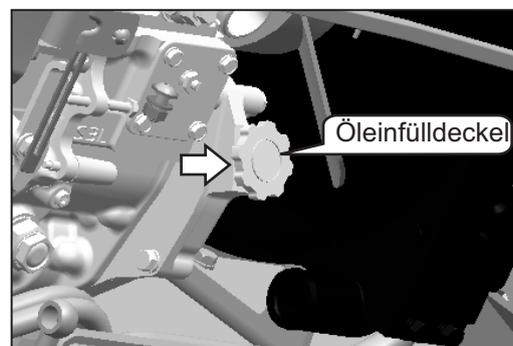

Abb. 5.3c
2. Füllen Sie das Motoröl mit dem angegebenen Motoröl auf den angegebenen Stand, bis das Fassungsvermögen des Öleinfülldeckels erreicht ist (Abb. 5.3c und 5.3d).